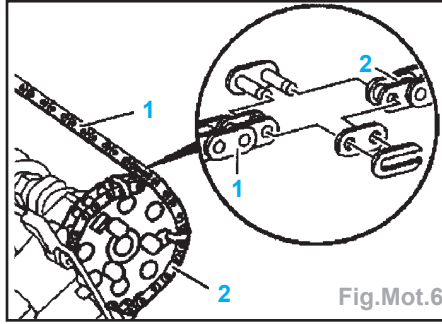

Fig.Mot.6
- relier et assurer la chaîne de distribution neuve (1) à la chaîne de distribution usée (2) à l'aide du maillon de montage (Fig.Mot.6),